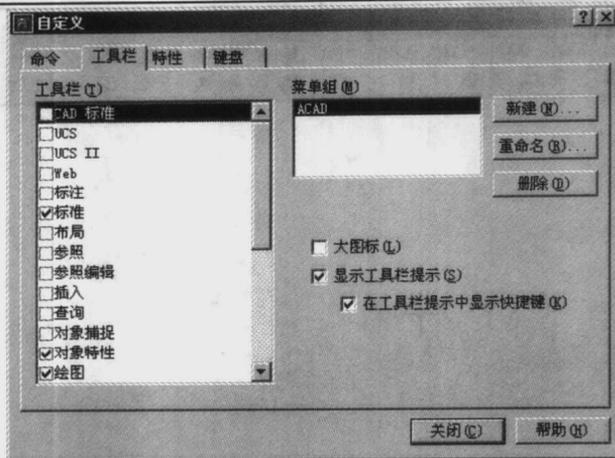

图1-6 【自定义】对话框
1. 单击【工具】/【自定义】/【工具栏】选项，打开【自定义】对话框，如图 1-6 所示。